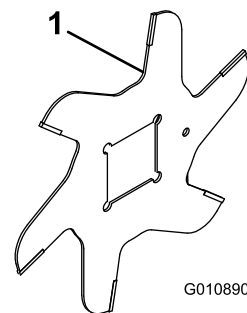

Figura 19
4. Instale la cuchilla siguiente girándola en el sentido de las agujas del reloj para que el taladro de posicionamiento (Figura 19) quede desplazado 90 grados en el eje respecto al taladro de la primera cuchilla.